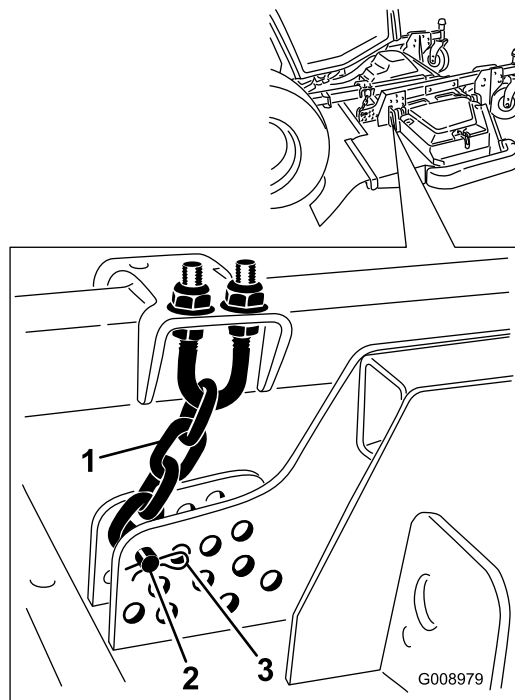

Figure 134
4. Enlevez la goupille fendue et l'axe de chape qui fixent les chaînes de hauteur de coupe à l'arrière du tablier de coupe (Figure 134).